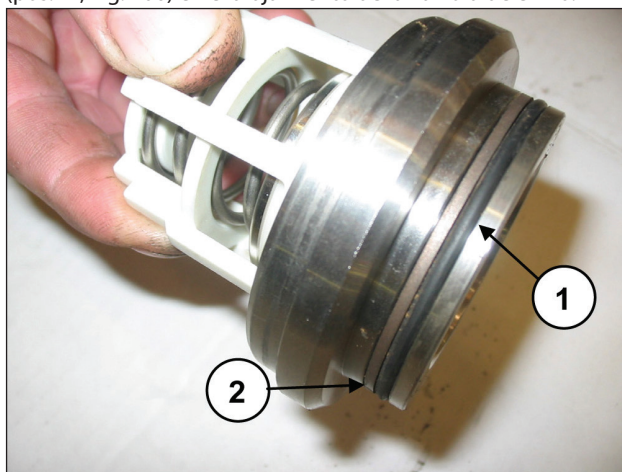

Fig. 106
Montar la junta tórica, pos. dibujo desglosado 5 (pos. ①, Fig. 106) y la anilla antiextrusión, pos. dibujo desglosado 15 (pos. ②, Fig. 106) en el alojamiento de la válvula de envío.